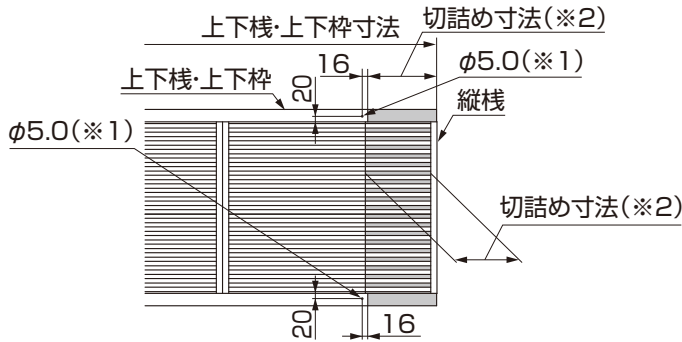
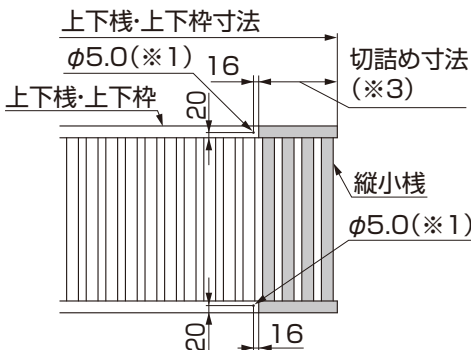

図4-1 横板フェンス(B1型、B3型、YS型、YP型、LP型、BP型、YA型)
図4-4 縦板フェンス
① 本体の上棧、下棧、上下枠、小棧など各部材を図4-1、図4-4を参照して切断してください。